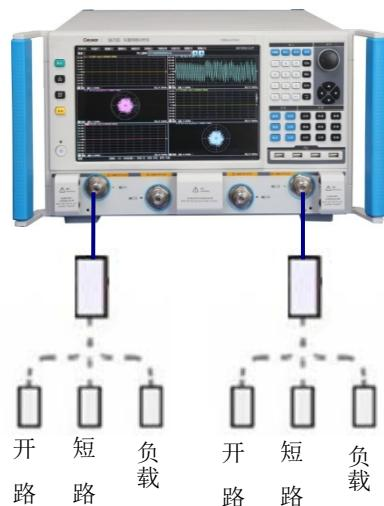

图 11.11 全双端口校准连接框图一
- 1) 如图 11.11 所示连接系统, 预热 60 分钟以上;